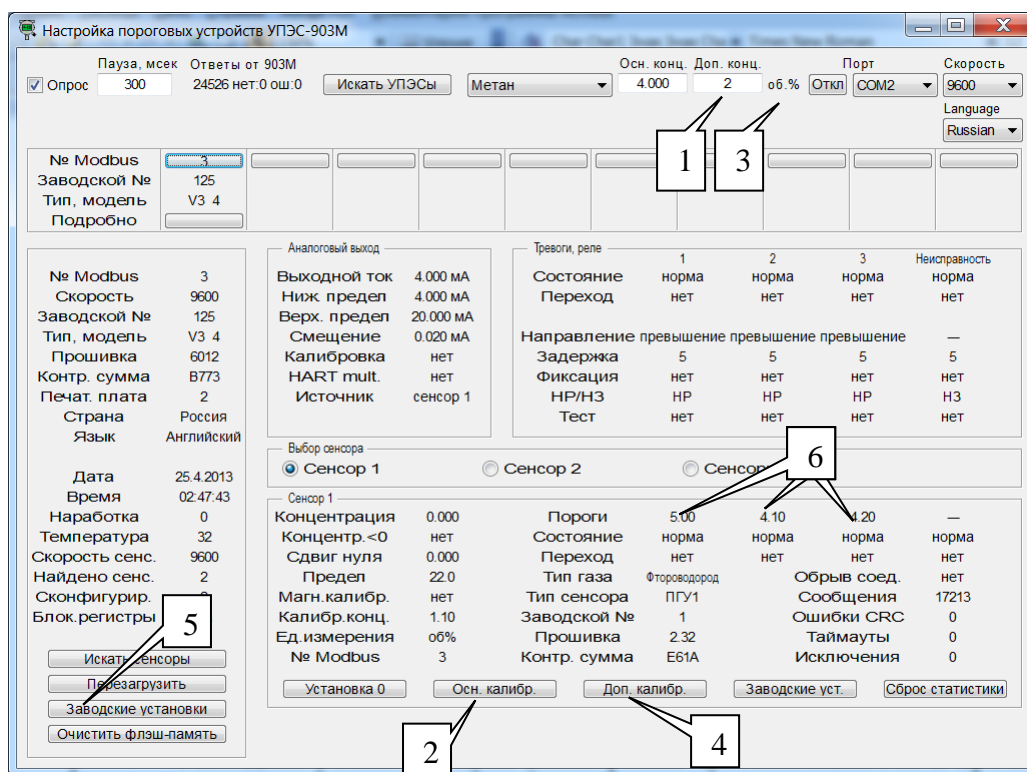

Рис.15 – проведение калибровки газоанализатора программным способом
- при проведении калибровки с ПГС высокой концентрации измеряемого газового компонента (более 75 % НКПР) устанавливают соответствующее значение «высокой концентрации газовой смеси» (в объемных долях) в поле «Высокая концентрация» (рис. 15, поз. 1). Для ПГС низкой концентрации определяемого газового компонента (50...75 % НКПР) устанавливают значение «низкой концентрации» (в объемных долях) в соответствующем поле «Низкая концентрация» (рис. 15, поз. 3)
- после установления стабильных показаний ССС-903МТ, программным способом нажимают кнопку «Калибровка с высокой концентрацией» (рис. 15, поз. 2) или кнопку «Калибровка с низкой концентрацией» (рис. 15, поз. 4), при этом следует проконтролировать установление в соответствующем поле концентрации определяемого компонента значения концентрации ПГС, по которой производилась калибровка.
При необходимости (в случае неправильной калибровки газоанализатора или его некорректной работы) пользователь может осуществить возврат к установленным штатным (заводским) настройкам характеристик ССС-903МТ – нажатием соответствующей клавиши «Заводские установки» (рис. 15, поз 5).
Пользователь также вправе самостоятельно установить требуемые значения порогов срабатывания аварийной сигнализации нажатием соответствующих кнопок «Порог 1», «Порог 2», (рис. 15, поз. 6). При этом в диалоговом окне следующего вида: